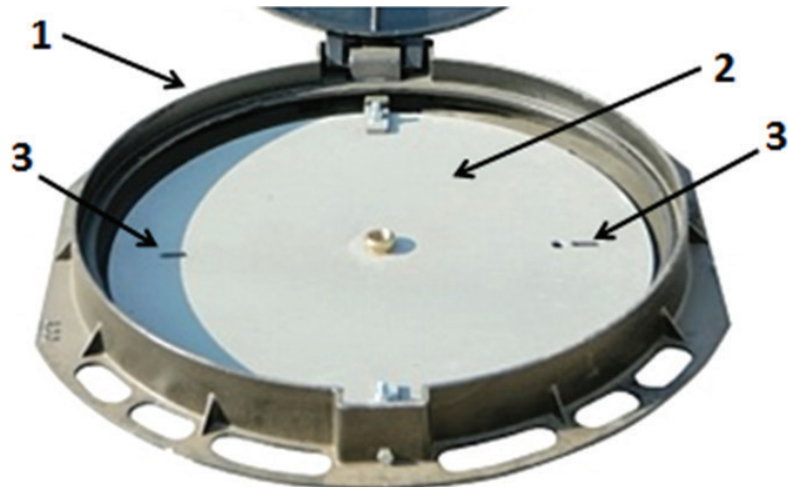

Рис. 7. Отверстия в нижней крышке УЗ-Л:
- 5.1.1. Крюки с Т-образными концами необходимы для извлечения нижней крышки из корпуса люка и для установки её на место. Используется пара крюков. Крюки, взяв их в обе руки. вставляют в отверстия нижней крышки (рис. 7). И, повернув каждый крюк на 90°, поднимают крышку. Крышку укладывают рядом с колодцем так, чтобы не загрязнить запорный механизм.